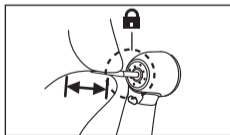

Fig. 10
- 4 Veillez à ne pas retirer la fraise en tirant et en poussant doucement la fraise sans appuyer sur le bouton-poussoir (Fig. 10).